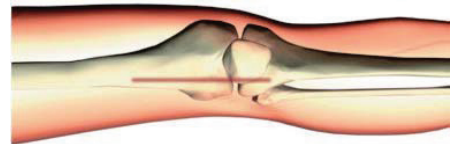

Fig. 2
2. Incisión parapatelar lateral (Fig. 2)